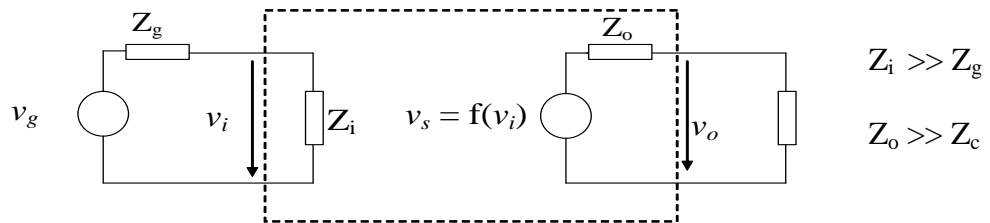

Figura 5.7
- Si la información se recibe en forma de fuente de tensión, ésta se trata y se transmite también en forma de tensión mediante el siguiente circuito (figura 5.7)